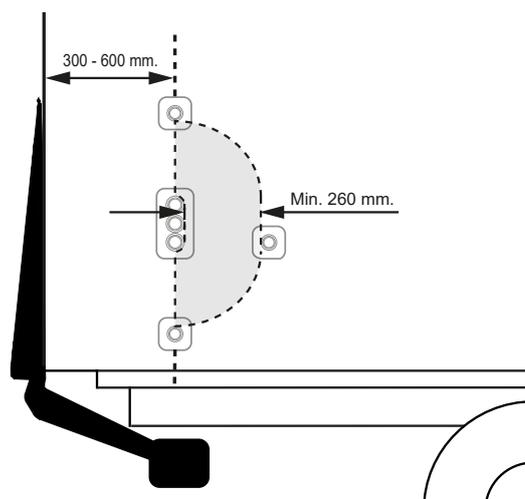

Abbildung 21.
2. Der Abstand zwischen der Rückseite des Fahrzeugs und der Mitte der Bedienvorrichtungen muss 300-600 mm betragen. Der Abstand zwischen den Bedienvorrichtungen muss mindestens 260 mm betragen. Siehe Abbildung 21.